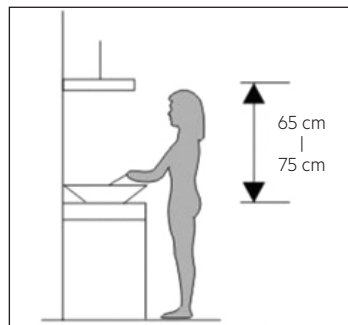

Imagen 1
- 1) La campana debe colocarse a una distancia de 65-75 cm de la superficie de confección para obtener el mejor efecto (véase la Imagen 1).